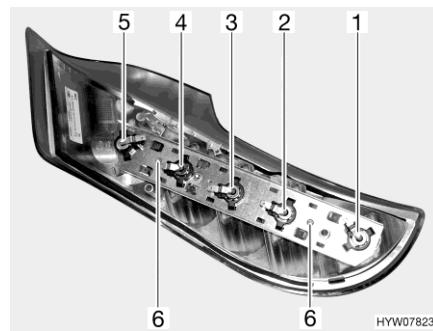

Fig. 199 Luce posteriore (lato posteriore)
- Svitare le due viti Torx (Fig. 199,6) del listello di supporto poste sul lato posteriore dell'involucro.